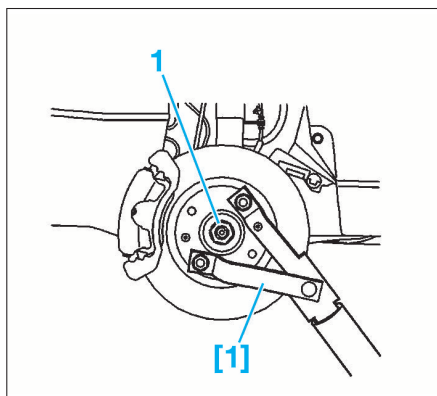

FIG. 23
- A l'aide de l'outil [1], immobiliser en rotation le moyeu (Fig.23).